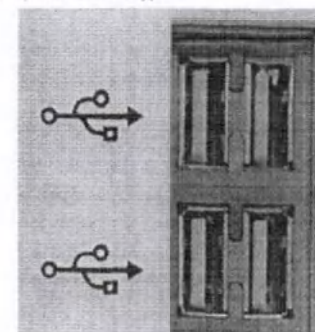

Рисунок 6-1 Порт USB
2. Вставьте U-диск в порт USB. См. Рисунок 6-1.